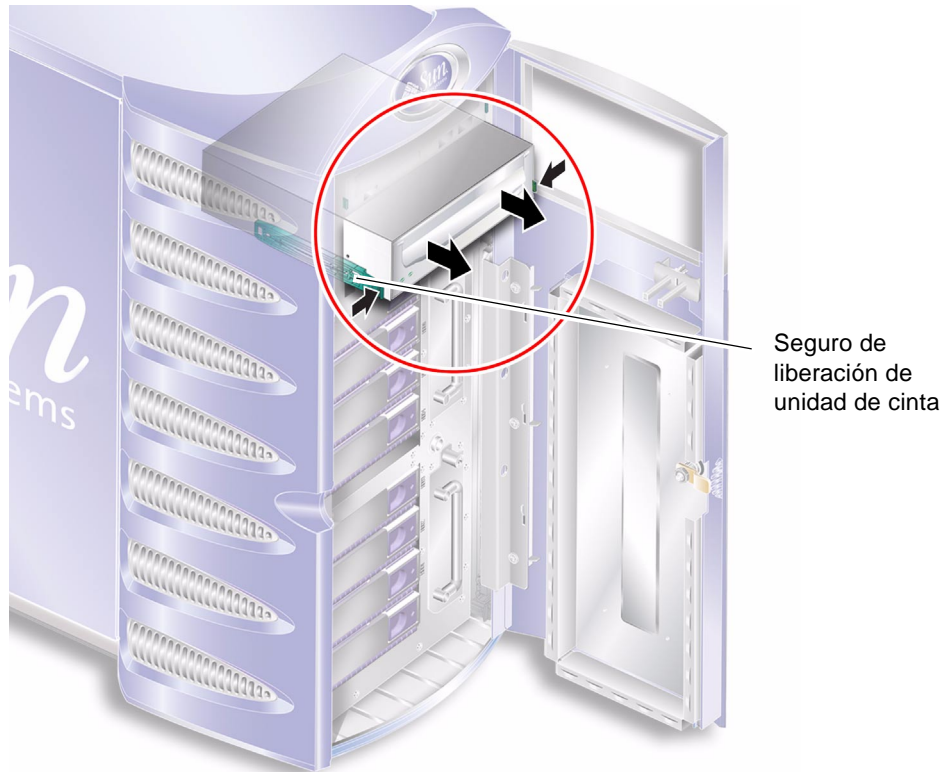

FIGURA 1-29 Extracción de la unidad de cinta optativa
5. Libere el módulo de la unidad de cinta del servidor. Consulte la FIGURA 1-29. Para liberarlo, apriete los dos seguros de liberación verdes de ambos laterales.